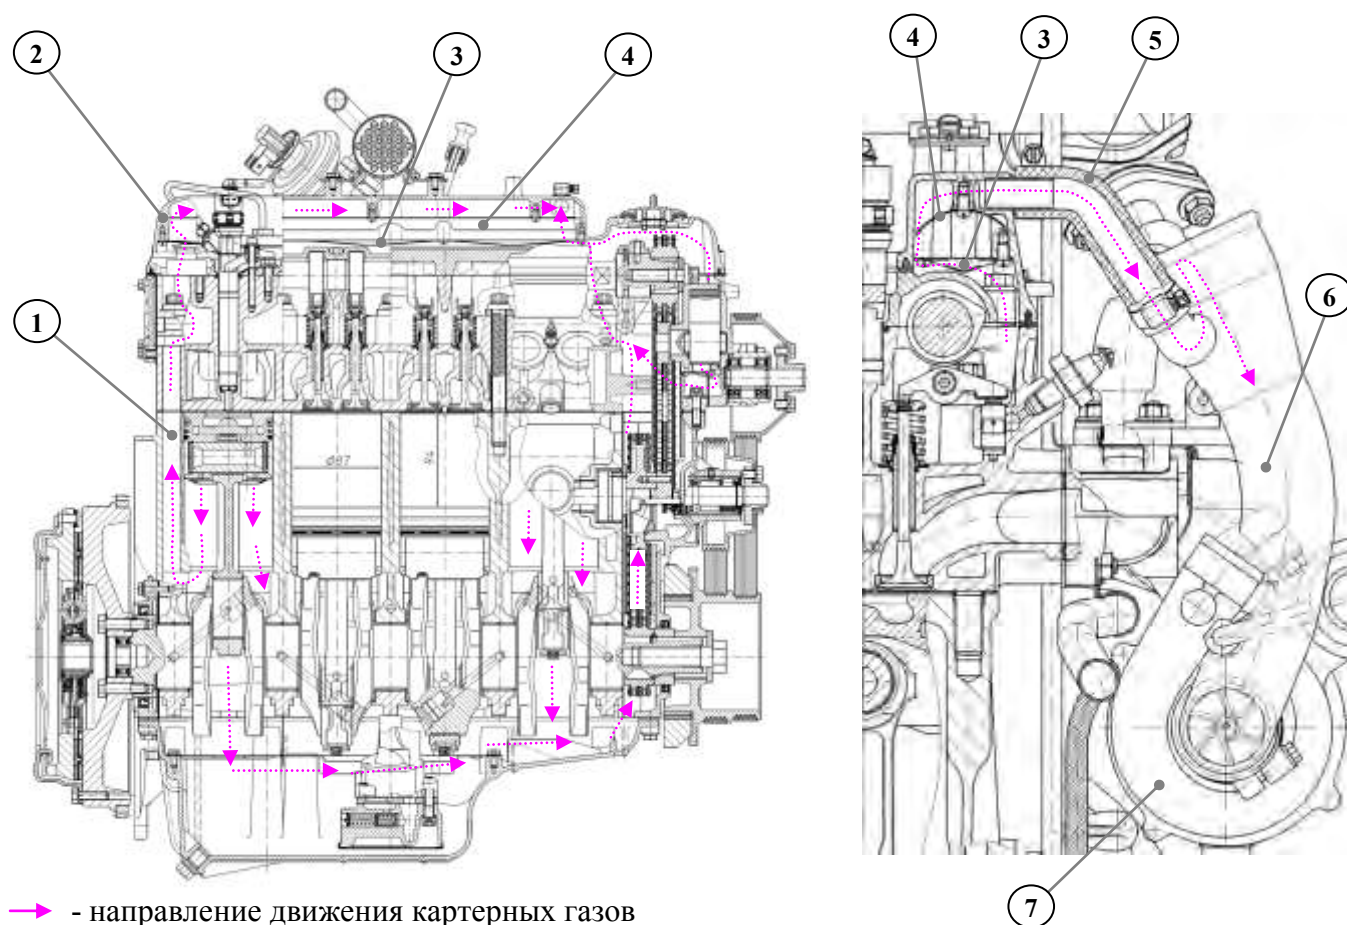

Рис.37. Система вентиляции картера:
**Система вентиляции картера** (рис.37) – закрытого типа, действующая за счёт разрежения во впускной системе. Маслоотражатель 4, закреплённый на крышке клапанов 2, делит пространство в крышке клапанов, закрытое крышкой маслоотделителя 3 на две зоны: нижнюю, содержащую смесь масляного тумана и картерных газов, и верхнюю, где преобладают осушенные картерные газы.